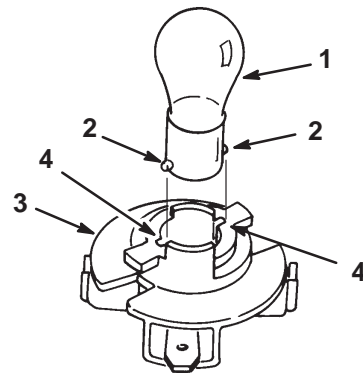

Figure 26
8. Poussez sur l'ampoule pour la tourner à fond vers la gauche (env. 1/4 tour) jusqu'à la butée et retirez-la de l'embase (Fig. 26).
1. Alignez les deux ergots métalliques du culot de l'ampoule avec les fentes de l'embase, et insérez le culot dans l'embase (Fig. 26).